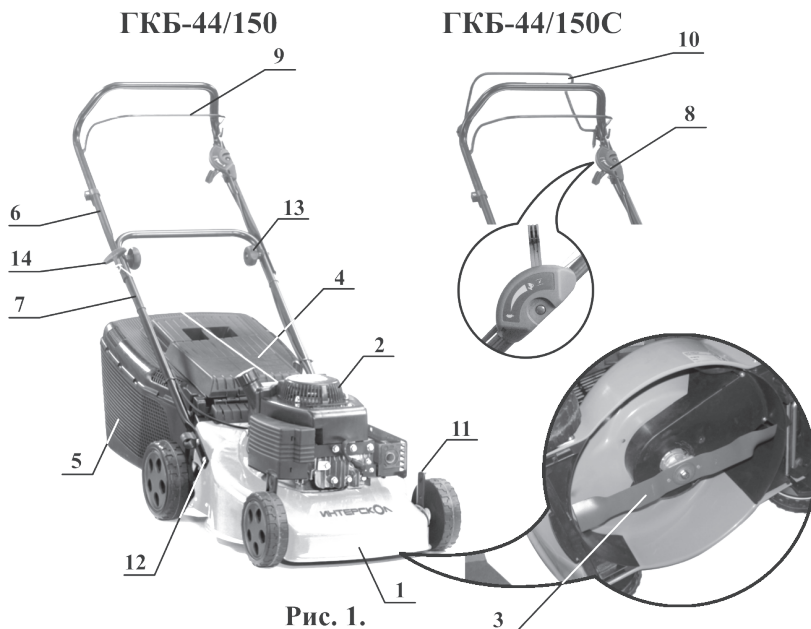

Рис. 1.
- установите верхнюю и нижнюю рукоятки 6 и 7 согласно рис.1 и зафиксируйте их крепежом 12 и 13 (входит в комплект поставки);